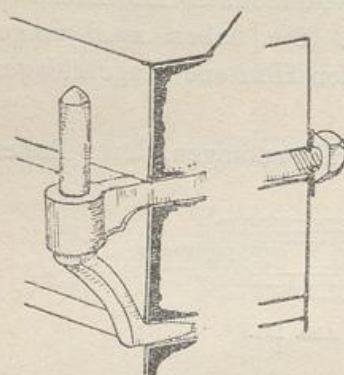

Abb. 139.
9. Stützhaken werden zum Aufhängen von Türen oder Toren verwendet. Der gewöhnliche Spitzhaken (einfacher Stützhaken) ist zum Einschlagen in Holz, der Stützhaken mit Schraube (Abb. 139) zum Befestigen in Mauerwerk geeignet.